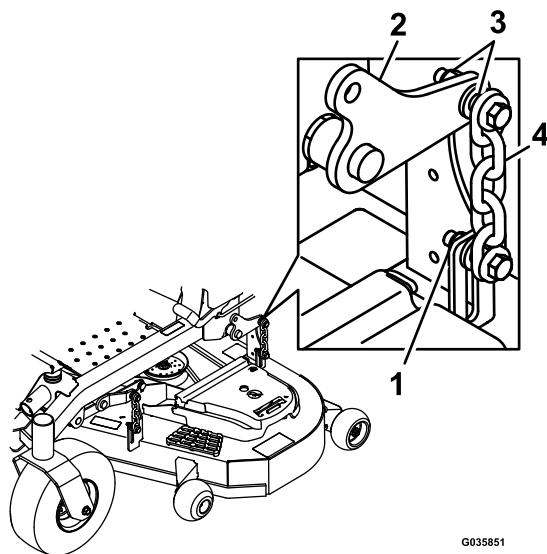

Figura 83
15. Slăbii contrapiuliile (Figura 83) din toate cele 4 coluri i asigurai-vă că puntea mainii de tuns iarba stă fixată în sigurană pe toate cele 4 blocuri.